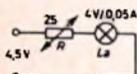

Bild 65 Steuerung der Helligkeit einer Glühlampe durch Heißleiter
**143** Recht anschaulich ist auch der Versuch nach Bild 65. Hier ist an Stelle des Meßinstruments ein Lämpchen  $L_a$  eingeschaltet. Erhitzen wir den Heißleiter  $R$  von außen nach dem Einschalten der Spannung, so leuchtet das Lämpchen, weil sich der Widerstand verkleinert. Das über die Abkühlung bei Bild 64 Gesagte gilt natürlich auch hier. Grundsätzlich wäre es auch möglich, die Erkenntnisse des Versuchs 141 auf die Schaltung nach Bild 65 zu übertragen. Dieser Versuch lieferte eine optische Selbst-
halteinrichtung, da das Lämpchen den Photalwiderstand beleuchtet und dessen Widerstand klein genug hielt. An Stelle des Lämpchens im Bild 65 könnte man nun einen Widerstand verwenden, der den Heißleiter umgibt. Eine Initial-Wärmeezufuhr sorgt dann dafür, daß der Strom ausreichend hoch und der Widerstandsdraht heiß genug wird. Er führt nun dem Heißleiter dauernd Wärmeenergie zu und hält bei richtiger Bemessung ein Gleichgewicht aufrecht, so daß sich ein Strommaximum bei konstanter Temperatur ergibt. Ein Abblasen mit dem Ventilator kann die Erscheinung wieder rückgängig machen. Übrigens ist natürlich auch bei entsprechender Bemessung ein thermisches Aufschaukeln denkbar, dann nämlich, wenn die dem Heißleiter zugeführte Wärmemenge größer ist als die von diesem abgestrahlte. Dann fließt immer mehr Strom durch den Stromkreis, bis schließlich der Heißleiter oder die Heizwicklung durchbrennt und dadurch der Vorgang beendet wird. Dieser Versuch bildet ein Analogon zum thermischen Aufschaukeln eines Transistors. Wichtig ist übrigens, daß die jeweils zugelassenen Höchst-Verlustleistungen bei den elektronischen Bauteilen eingehalten werden. Sie erfahren sonst unter Umständen dauernde Veränderungen ihrer Eigenschaften und sind dann unbrauchbar.